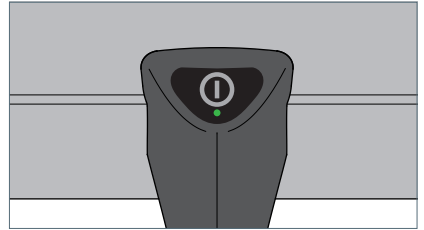

Fig. 6: Taste.
- ▶ Drücken Sie die Taste, siehe Fig. 6.
- ▶ Drücken Sie die Taste und halten Sie diese Taste gedrückt, siehe Fig. 6.
- ▶ Drücken Sie die Taste zweimal schnell hintereinander, siehe Fig. 6.